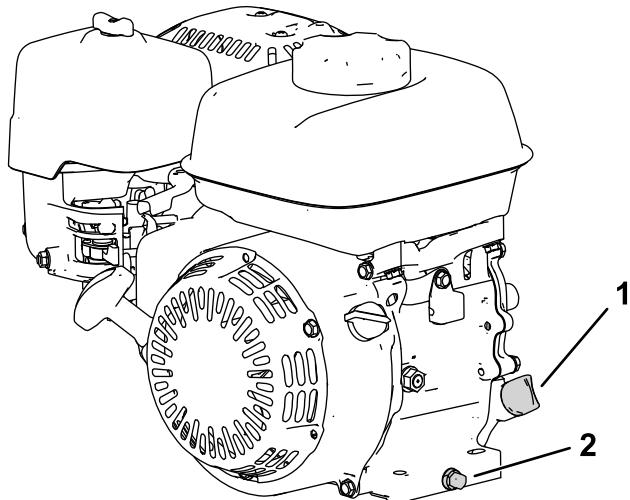

Рисунок 27
- Установите машину так, чтобы двигатель располагался горизонтально, и очистите область вокруг маслозаливной горловины (Рисунок 27).
3. Снимите пробку сливного отверстия, шайбу и измерительный щуп (Рисунок 27).